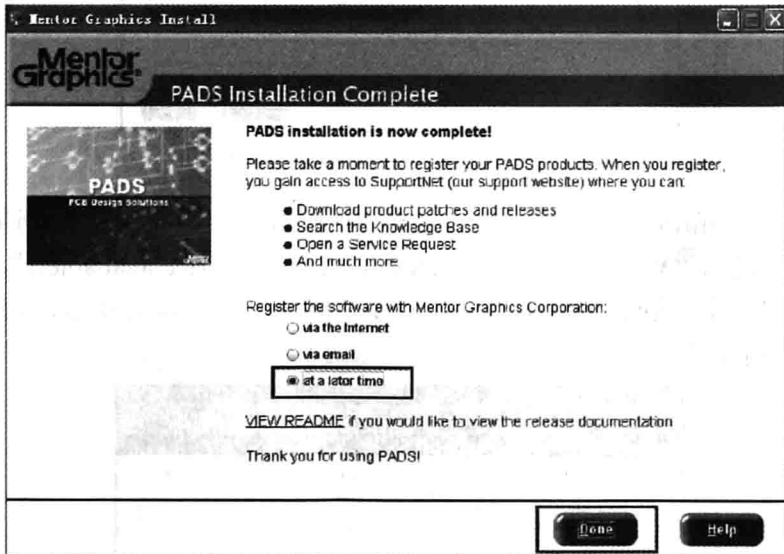

图 1-10 PADS 9.5 注册对话框
(8) 当进程 100%完成后，弹出“PADS Installation Complete”对话框，提示我们是否现在注册。选择“at a later time”选项并单击【Done】按钮完成软件的安装，如图 1-10 所示。